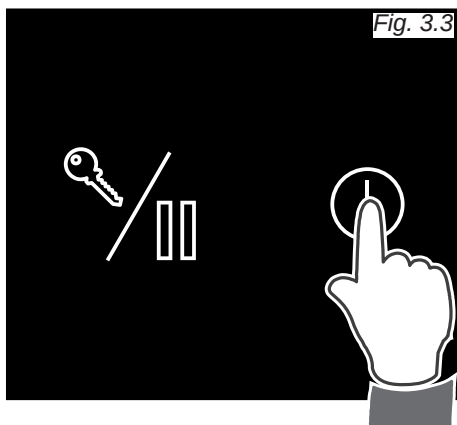

Fig. 3.3
- Toccare il tasto ① (fig. 3.3).
- Il piano cottura può essere spento in qualsiasi momento mediante il tasto ① (fig. 3.3). Se ci sono delle zone accese queste verranno spente.